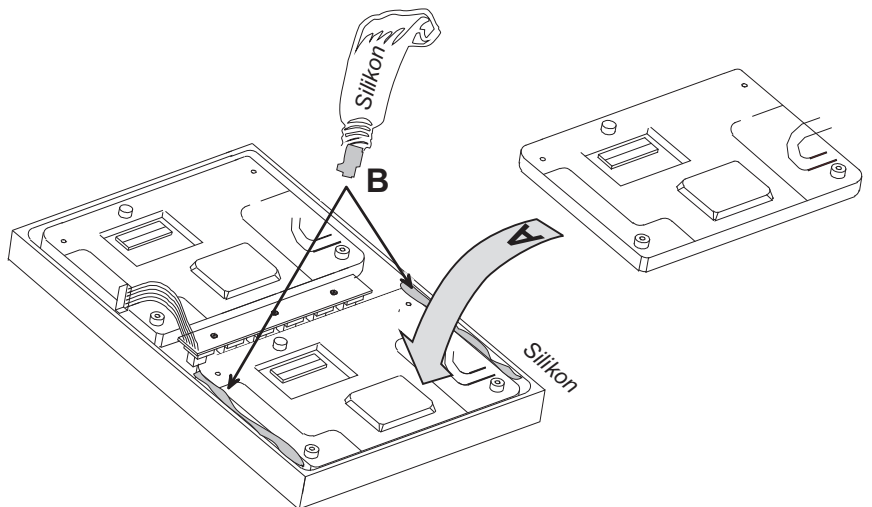

Bild 4-29: Einbau des Displays
13. Setzen Sie das neue Display ein (Bild 4-29, A) und befestigen Sie es mit Silikon (Bild 4-29, B).